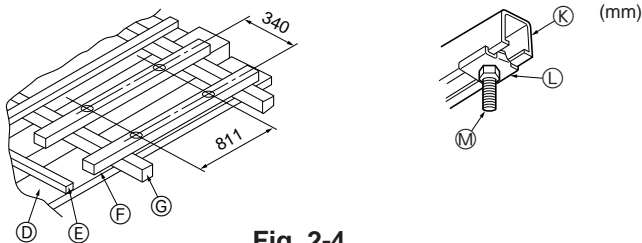

Fig. 2-4
#### ① Estructuras de madera (Fig. 2-4)